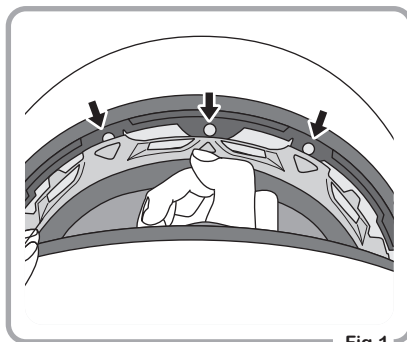

Fig.1
- ① Desaperte as molas na zona da testa puxando-as como se mostra na Fig.1